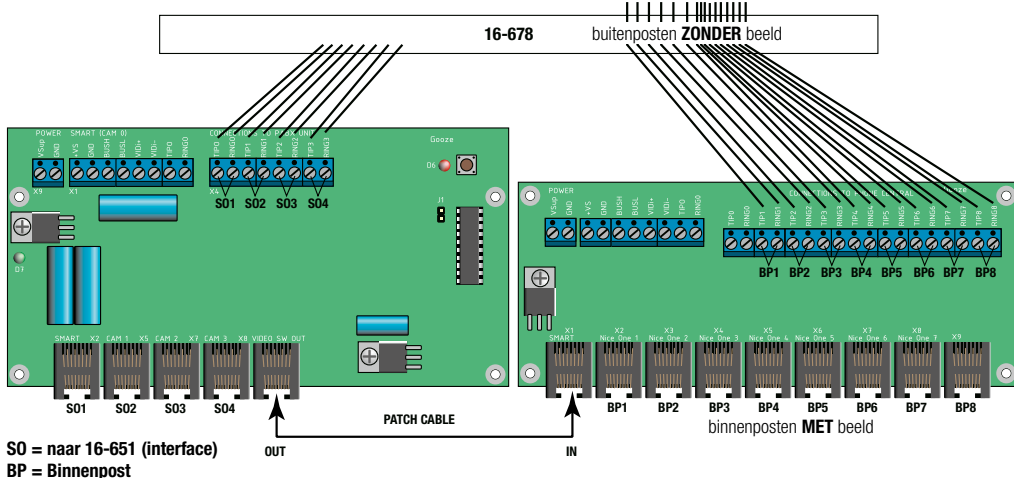

fig.1: switcherprintplaat (links) en splitterprintplaat (rechts) binnenin de videoswitcher 16-676-01
- Sluit de bijgeleverde patchkabel met de RJ45-connectoren aan zoals op fig.1.
- Sluit de buitenposten en/of camera modules, (max. 4) aan op de meest linkse RJ45-outlets (fig.1).
- Sluit de binnenposten aan op de meest rechtse RJ45-outlets (fig.1).
Trek de stekker uit het stopcontact voor u het toestel aansluit. Aan de achterkant van de videoswitcher zijn openingen voorzien om de kabel met telefoonlijnen in te voeren. Sluit de analoge telefoonlijnen aan op het connectorblok binnenin de videoswitcher (fig.1). De aansluitingen TIPO en RING0, ..., TIP3 en RING3 van de linkse printplaat zijn de aansluitingen voor de telefoonlijnen waarop de interfaces (ingangen S01, S02, S03 en S04) aangesloten worden. De aansluitingen TIP1 en RING1, TIP2 en RING2, ..., TIP8 en RING8 op de rechtse printplaat zijn de telefoonaansluitingen die overeenkomen met de resp. uitgangen BP1, BP2, ..., BP8.
Als een interface (buitenpost met camera) of een camera interface (externe camera) op één van de interface-ingangsklemmen (fig.1, S01, S02, S03 of S04) aangesloten wordt, kan het beeld van één van de camera's op alle geprogrammeerde binnenposten weergegeven worden. Programmeer het adresbare videosignaal via de interface (zie handleiding 16-651).